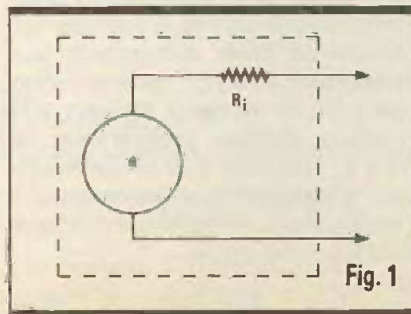

Fig. 1
Le théorème de Thévenin, qu'illustre la figure 1, fait appel à deux caractéristiques essentielles d'un générateur :
- la résistance interne, R_i , n'est pas matériellement visible. Elle découle de phénomènes divers : chimiques, électriques... Tout se passe comme si, à l'intérieur du générateur, elle était branchée en série avec la f.e.m. e , comme le montre la figure 1. D'où le théorème de Thévenin :